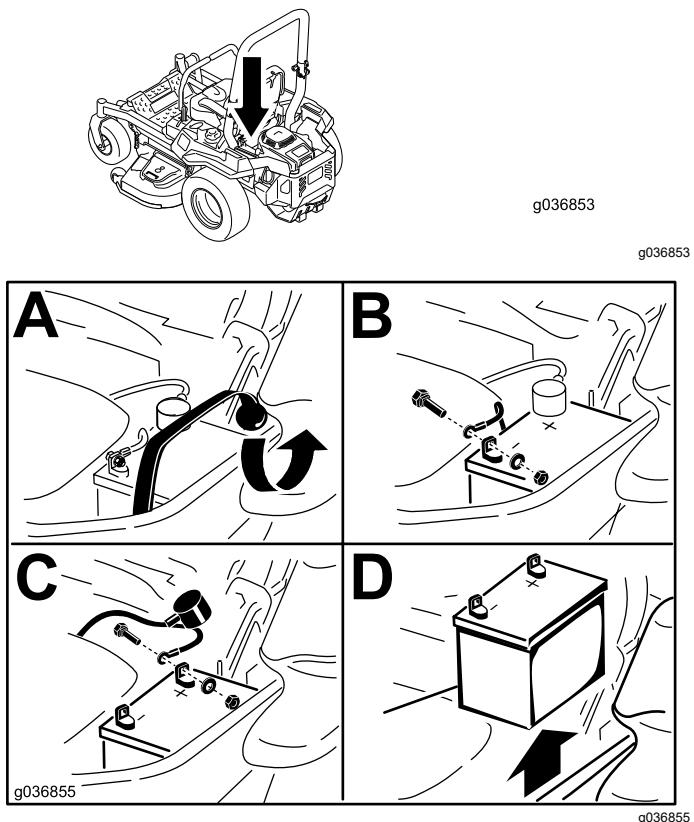

Figure 69
3. Retirez la batterie, comme montré à la Figure 69.
1. Placez la batterie dans son support en tournant les bornes à l'opposé du réservoir hydraulique (Figure 69).
4. Fixez les câbles avec 2 boulons, 2 rondelles et 2 contre-écrous (Figure 69).
6. Fixez la batterie en place à l'aide de la sangle en caoutchouc (Figure 69).